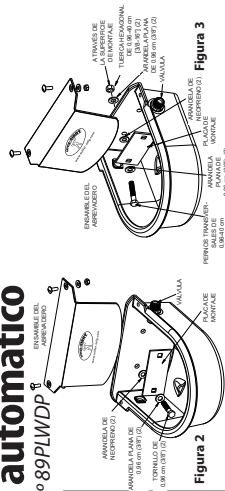

Figura 2
- La cubierta de la válvula del abrevadero se entrega ensamblada pero no apriete. Retire la cubierta de la válvula, el pasador del flotador y el conjunto de flotador y brázo para acceder a los orificios de montaje. (Vea la figura 2).